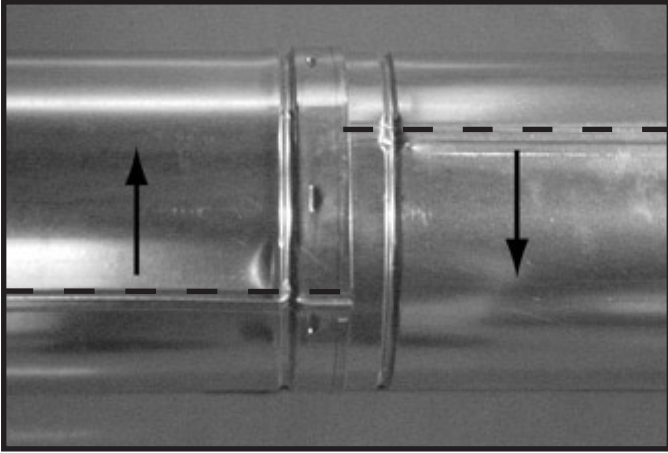
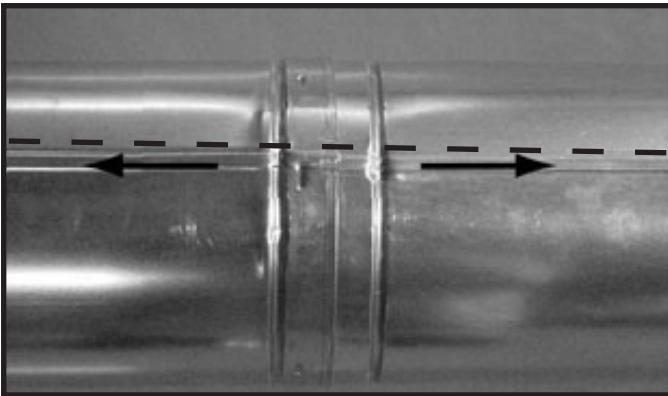

Figure 7.7 Faire pivoter les joints d'assemblage pour démonter
Figure 7.8 Aligner et démonter les sections de conduit
- Pivotez l'une des sections (figure 7.7) de façon à ce que les joints d'assemblage des deux sections des conduits soient alignés, comme indiqué sur la figure 7.8.